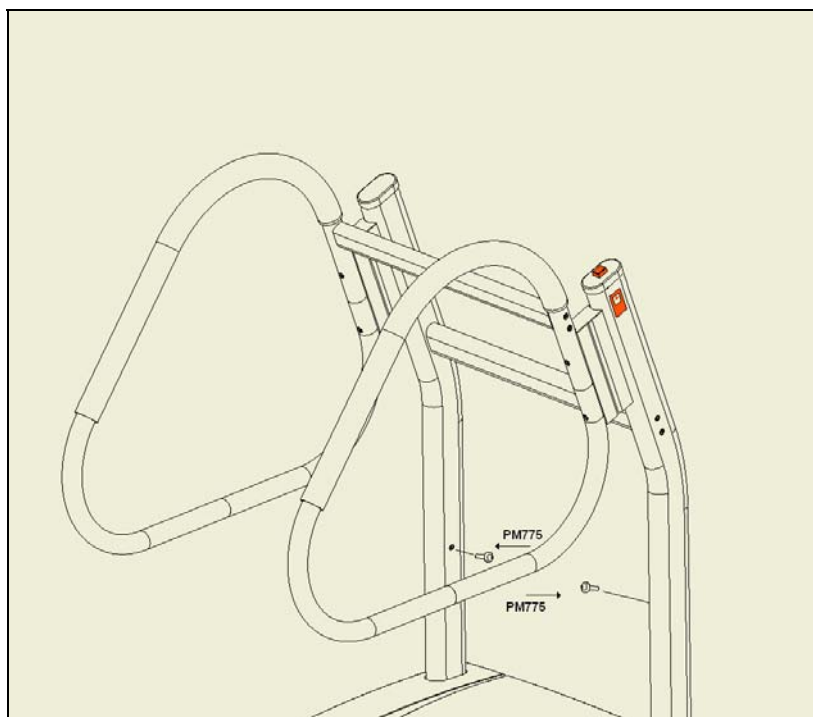

Figura 17
- j- Cole o painel de emergência na coluna onde está instalado o botão de parada de emergência. Fixe os parafusos PM775 (2x) e arruelas PM698 (2x) nas colunas. Veja a Figura 17.